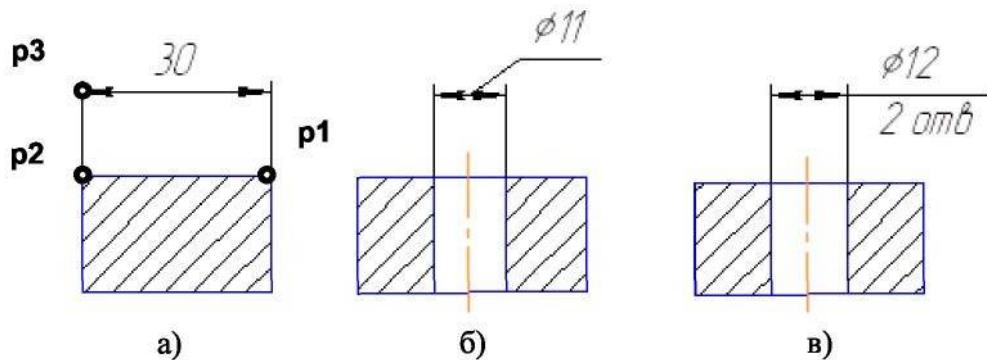

Рис. 2.8. Варианты нанесения линейных размеров
3. Указать графическим курсором точку **p1** - начало первой выносной линии (рис.2.8а).
Для нанесения линейного размера со знаком диаметра и на полке (рис. 2.8 б) необходимо после задания двух точек начала выносных линий (точек **p1** и **p2**) щелкнуть графическим курсором в окне **Текст Панели свойств**, затем в окне **Задание размерной надписи** указать необходимый символ (рис. 2.9 а).